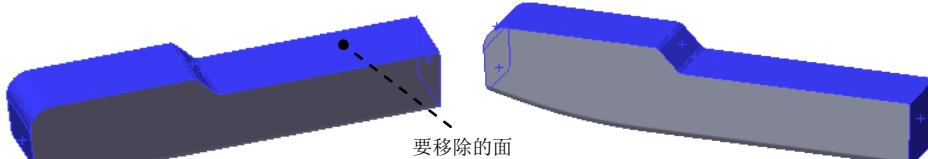

图 12.4.7 定义移除面
(2) 定义抽壳参数。
- ① 定义要移除的面。选取图 12.4.7 所示的模型表面为要移除的面。